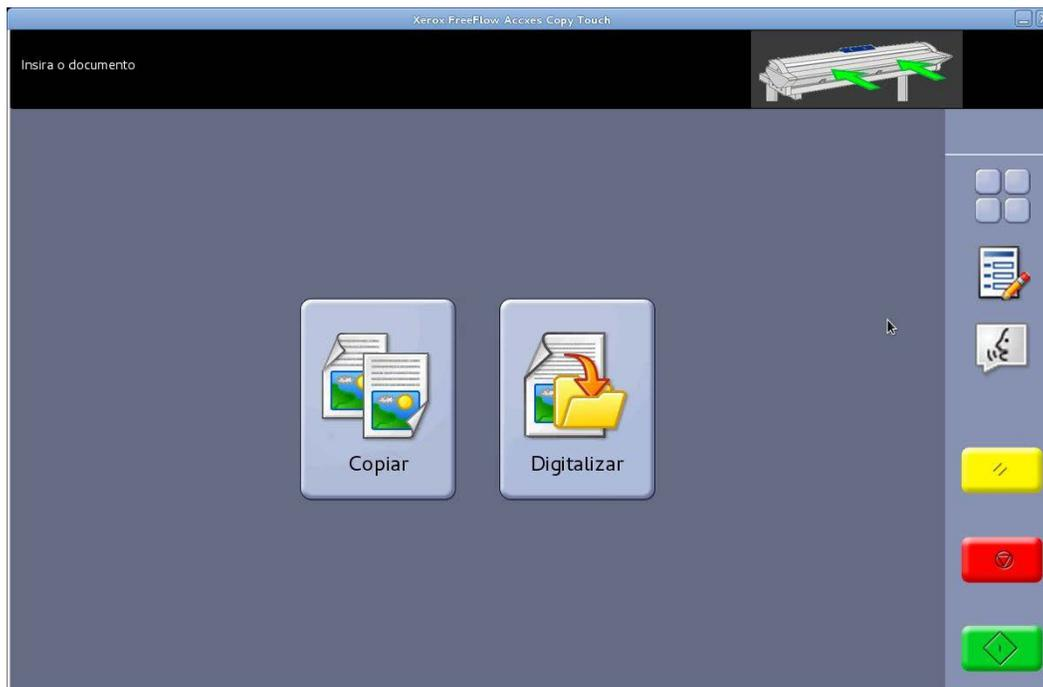

Fig 2 Tela Serviços
- Quando o usuário estiver operando na interface Copiar ou Digitalizar, o botão Menu principal retornará o usuário à tela Serviços (Fig 2).